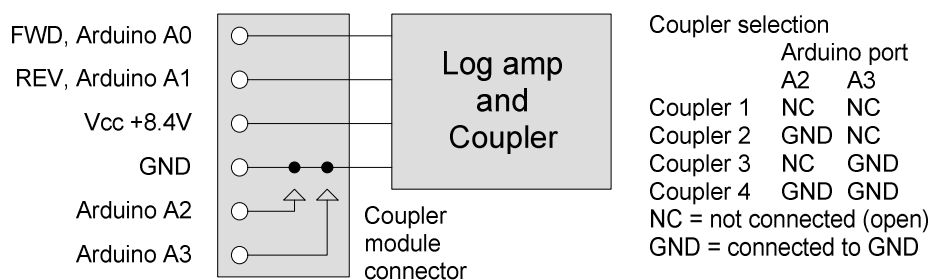

Abb. 3: Kopplerauswahl.
- Am ADC-Eingang A0 (Abb. 3) sollte die Forward-Spannung (FWD) deutlich größer als die Reverse-Spannung (REV) an A1 sein.
Für den angeschlossenen Koppler (s. Abb. 3) wird aus den ADC-Messungen für den Transmissionskanal (Forward, FWD) und den Reflexionskanal (Reverse, REV) anhand der im EEPROM gespeicherten Kalibrierungsgeraden der ausgekoppelte, von den Log Amps gemessene Signalpegel in dBm berechnet. Die tatsächliche in den Koppler eingespeiste TX- und die reflektierte Leistung (dBm) ergibt sich durch Addition des Kopplungsfaktors des Kopplers und der Dämpfung des Abschwächers vor den Log Amps. Angezeigt werden Leistungen in Watt.